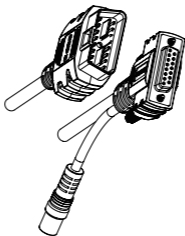

図 2.1.4
9. DB15 メスコネクタと 16 ピン OBD-II ポートを備えた診断ケーブル。（図 2.1.4 を参照）